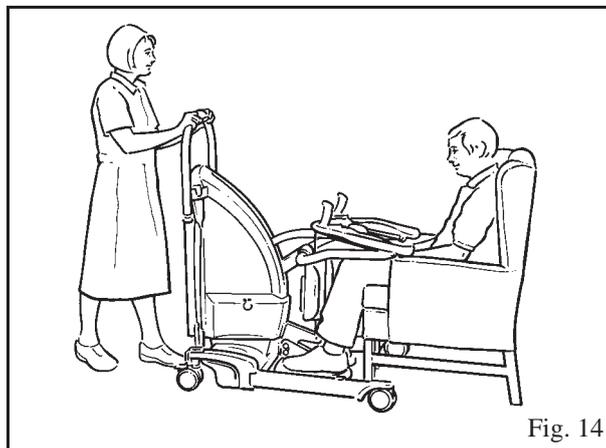

Fig. 14
4. **Para transferências:** Quando o paciente estiver pronto, ajude-o ou deixe que coloque os pés no apoio para os pés, empurrando o Sara Plus ligeiramente em direção a ele, para fazer isso com facilidade. (Ver Fig. 14)